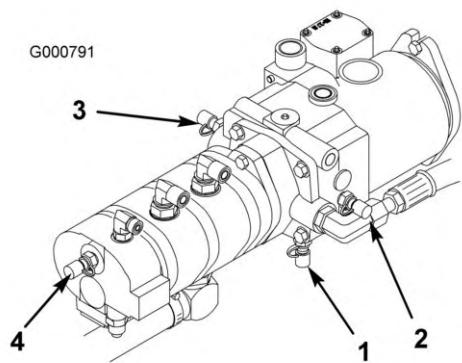

図 83
4. テストポートDはトランスミッションの下にあり（図 83）、トランスミッションのチャージ圧の測定用です。
5. テストポートE（図 83）は、前進走行油圧の測定用です。
6. テストポートF（図 83）後退走行油圧の測定用です。
7. テストポートG（図 83）は、パワステ油圧の測定用です。